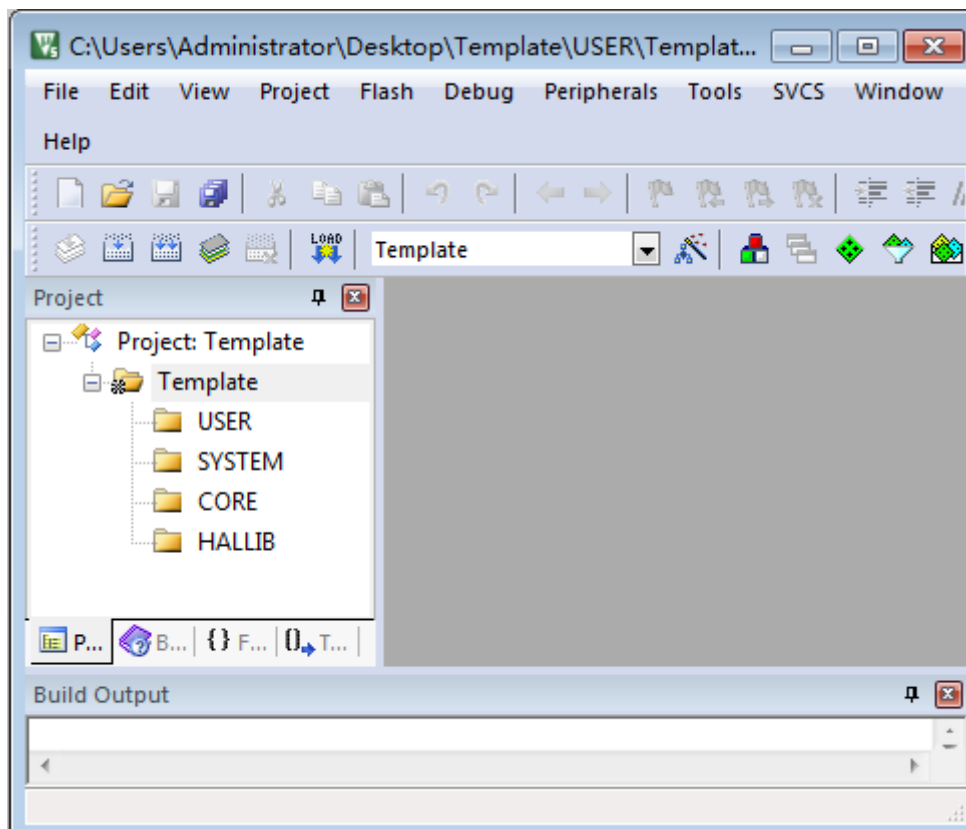

图 3.3.1.16 查看工程 Group 情况
10) 下面我们往 Group 里面添加我们需要的文件。我们按照步骤 9 的方法，右键点击点击 Template，选择 Manage Project Items.然后选择需要添加文件的 Group，这里第一步我们选择 HALLIB，然后点击右边的 Add Files,定位到我们刚才建立的目录\HALLIB\Src 下面，将里面所有的文件选中(Ctrl+A)，然后点击 Add，然后 Close.可以看到 Files 列表下面包含我们添加的文件，如下图 3.3.1.17。这里需要说明一下，对于我们写代码，如果我们只用到了其中的某个外设，